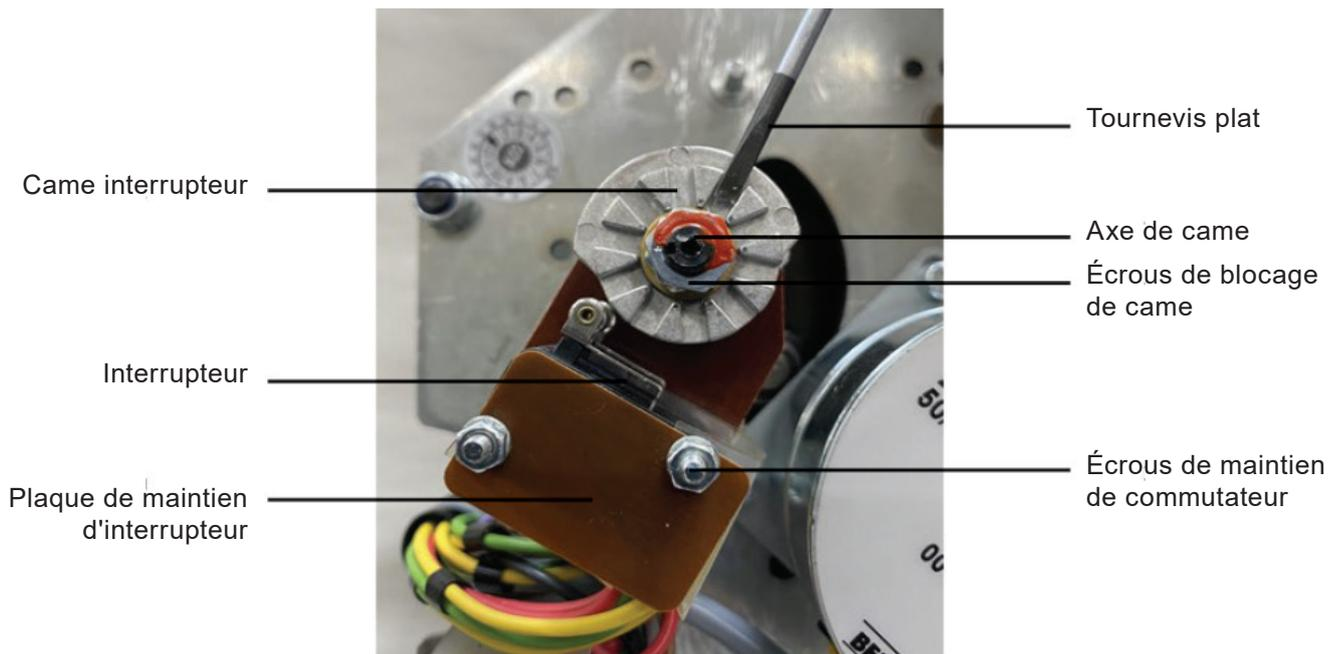

Fig. 9 - Réglage de l'interrupteur
- À l'aide d'un tournevis isolé (largeur de lame 3 mm), ajuster la came S1 jusqu'à ce qu'elle touche mais n'actionne pas l'interrupteur dépendant de la course S1. Faites attention au sens de fonctionnement de la came et maintenir fermement la roue de sortie lorsque l'une des cames (dépendante de la course ou auxiliaire) est ajustée. L'arbre à cames tourne dans le sens des aiguilles d'une montre lorsque l'axe de l'actionneur s'étend. Reportez-vous aux Fig. 9 à 12 pour l'identification et l'orientation
<p>Attention</p> <p>Lors de l'utilisation avec un siège PEEK en option, faire attention lors de la vérification du fonctionnement de l'interrupteur dépendant de la course S1. L'actionneur peut générer une poussée bien au-dessus de la charge autorisée sur le siège pour le matériau de celui-ci, ce qui entraîne des dommages irréparables.</p> <p>Lors de la vérification du réglage de l'interrupteur dépendant de la course S1, actionner le bouton-poussoir de course DOWN pendant une durée maximale de 1 s à chaque fois jusqu'à un maximum de 5 opérations.</p> <p>Si l'interrupteur dépendant de la course S1 n'est pas actionné à ce moment, régler la came S1 pour actionner l'interrupteur.</p> <p>Si l'écart de 1 à 1,5 mm n'apparaît pas dans ce laps de temps, la longueur d'engagement du filetage doit être ajustée et le procédé de réglage de la position finale répété.</p> <p>La rotation des cames peut être assez raide. Dans de telles circonstances, il est recommandé de fixer la position de la came adjacente avec un deuxième tournevis et de toujours commencer par le réglage de S1 et de terminer par le réglage de S4. Ne desserrer en aucun cas les contre-écrous à came, sauf pour les remplacer (Fig. 9).</p>
- À l'aide d'un tournevis isolé (largeur de lame 3 mm), régler la came S2 jusqu'à ce qu'elle actionne l'interrupteur dépendant de la course S2. Faites attention au sens de fonctionnement de la came et maintenir fermement la roue de sortie lorsque l'une des cames (dépendante de la course ou auxiliaire) est ajustée. Reportez-vous aux Fig. 9 et 10 pour l'identification et l'orientation
<p>La rotation des cames peut être assez difficile. Dans de telles circonstances, il est recommandé de fixer la position de la came adjacente avec un deuxième tournevis et de toujours commencer par le réglage de S1 et terminer par le réglage de S2.</p> <p>Ne desserrer en aucun cas les contre-écrous (Fig. 9).</p>
- Voir la Fig. 9 pour l'orientation du produit
- Faire d'abord glisser l'interrupteur S3 sur les goupilles de retenue de l'interrupteur en vous assurant que l'orientation est comme indiqué sur la Fig. 9. S3 a le faisceau de câblage le plus court
- Faire glisser l'interrupteur S4 sur les goupilles de retenue de l'interrupteur en vous assurant que l'orientation est comme indiqué sur la Fig. 9
<p>La rotation des cames peut être assez difficile. Dans de telles circonstances, il est recommandé de fixer la position de la came adjacente avec un deuxième tournevis et de toujours commencer par le réglage de S3 et de terminer par le réglage de S4. Ne desserrez en aucun cas les contre-écrous (Fig. 9).</p> <p>Les interrupteurs de course auxiliaires n'ont aucun impact sur le fonctionnement de l'actionneur. Aucun, un ou deux peuvent être configurés selon les besoins.</p>